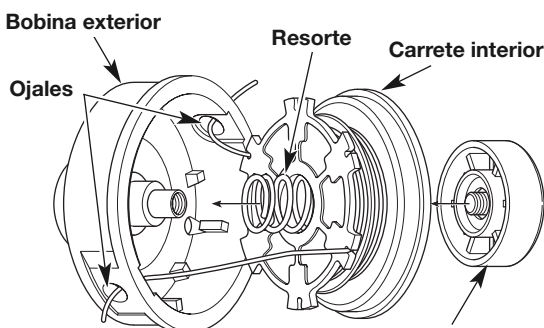

Fig. 18
1. Pase los extremos de los hilos a través de los ojales de la bobina exterior. Coloque el resorte dentro del carrete interior. Inserte el carrete interior dentro de la bobina exterior. Oprima el carrete interior y la bobina exterior uno contra otro (Fig. 18).